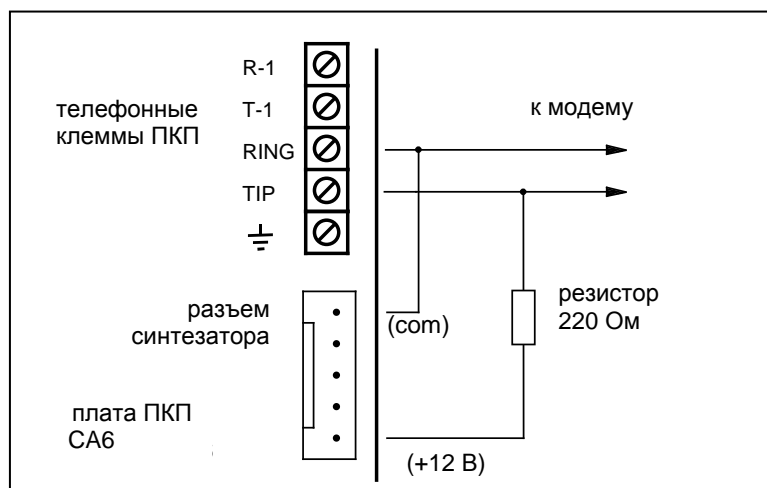

Рис. 14. Локальное программирование – подключение модема к ПКП.
- подключения модема компьютера к клеммам "TIP" и "RING" прибора и поляризации входов телефонного сигнала согласно рисунку (см.: Рис. 14). **Телефонная линия обязательно должна быть отключенной!** Подключения клемм "T-1" и "R-1" не имеют значения.